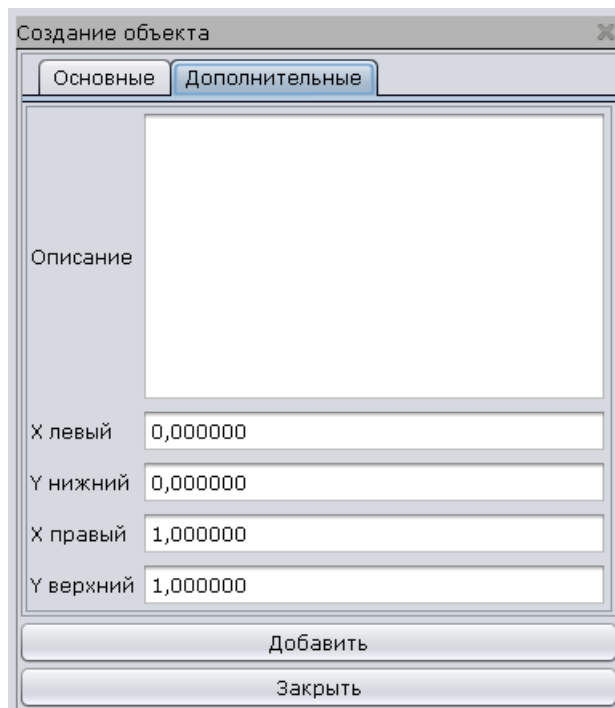

Рис. 127
14.3.3. на вкладке «Дополнительно» (Рис. 127) в поле «Описание» можно при необходимости добавить комментарий к плану;